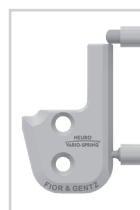

Fig. 10
- 4 Saque el auxilio para montar la cubierta, incluida la cubierta, del tornillo de banco (fig. 10).